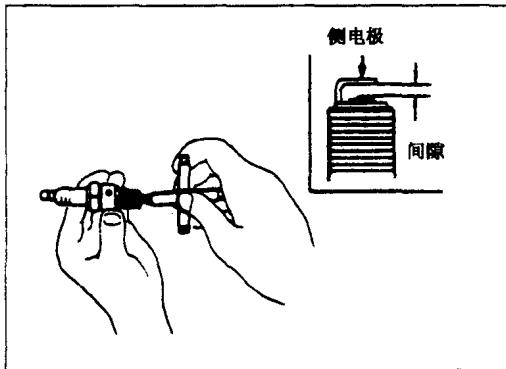

图 1-25
(3) 用喷砂器清洗火花塞。
(4) 检查绝缘体有否裂纹或碎裂，垫片有否损坏或者老化，电极有否磨损和烧伤，如它们有严重磨损应更换新火花塞。
(5) 检查火花塞间隙，见图 1-25。